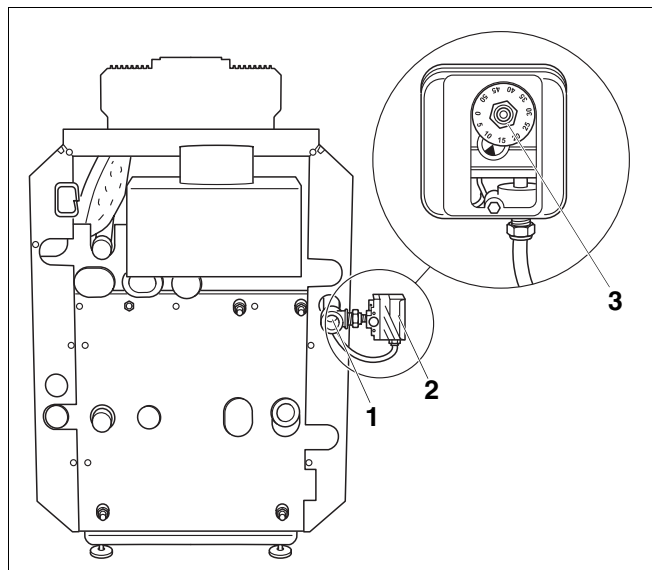

Fig. 47 Instalați presostatul de gaz
- Introduceți presostatul de gaz (Fig. 47, **Poz. 2** la racordul cu gaz (Fig. 47, **Poz. 1** und Fig. 23, pagina 38) al cazanului de încălzire (Fig. 47, **Poz. 3**) în sus sau în afara conductei cu gaz (utilizați un niplu reductor).